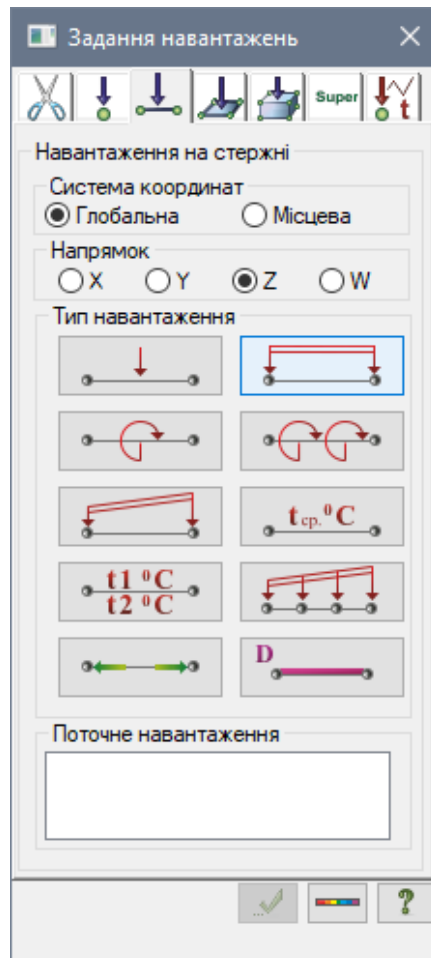

Рис. 19.19. Діалогове вікно **Задання навантажень**
Навантаження на вузли та елементи задаються за допомогою діалогового вікна **Завдання навантажень** (рис. 19.19), яке викликається після вибору однієї з команд розкритого списку **Навантаження на вузли та елементи** (панель **Навантаження** на вкладці **Створення та**
- Викличте діалогове вікно **Завдання навантажень** на закладці **Навантаження на стержні** (рис. 19.19) вибравши команду  – **Навантаження на стержні** у розкритому списку **Навантаження на вузли та елементи** (панель **Навантаження** на вкладці **Створення та редагування**).